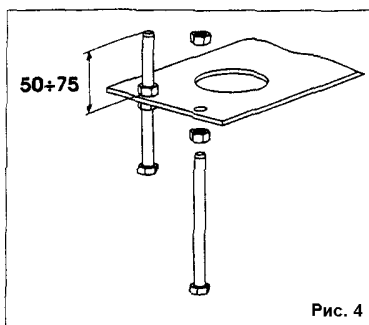
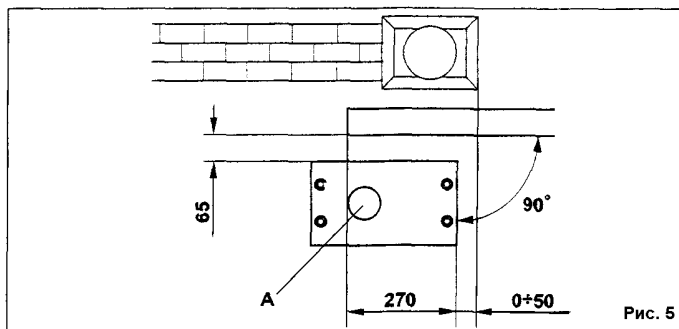

Рис. 4
Рис. 5
- Закрепите основание крепления привода сваркой или бетонированием (основание с арматурой для крепления в бетоне входят в комплект) как показано на рис. 4, 7. При измерениях руководствуйтесь рис. 5, 6, при этом створка имеет соответственно левое или правое расположение. Для горизонтальной установки используйте уровень;
- Снимите кожух выкрутив два винта А повернув его на 30 град. и поднимите вертикально вверх рис. 8, Разместите привод на закрепленной пластине основания в соответствии с рис. 9, 11 при помощи крепежа из комплекта. Пропустите кабели через отверстие в приводе. Проверьте параллельность привода и створки рис. 5, 6;